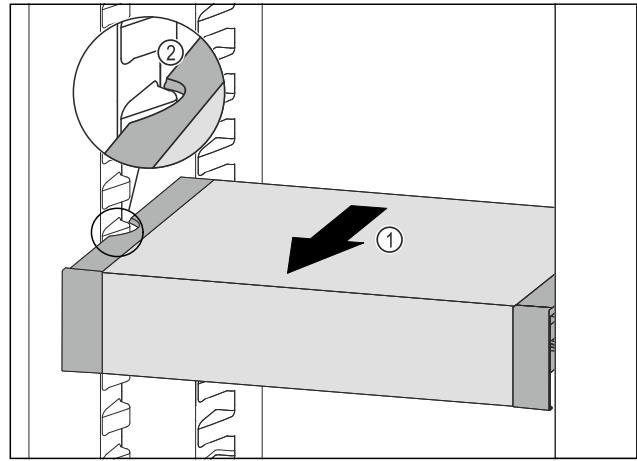

Fig. 98
- ▶ Tirer le VarioSafe vers l'avant Fig. 98 (1) jusqu'à ce que les encoches latérales du VarioSafe se trouvent au niveau de la nervure du bac dans la partie réfrigérateur. Fig. 98 (2)